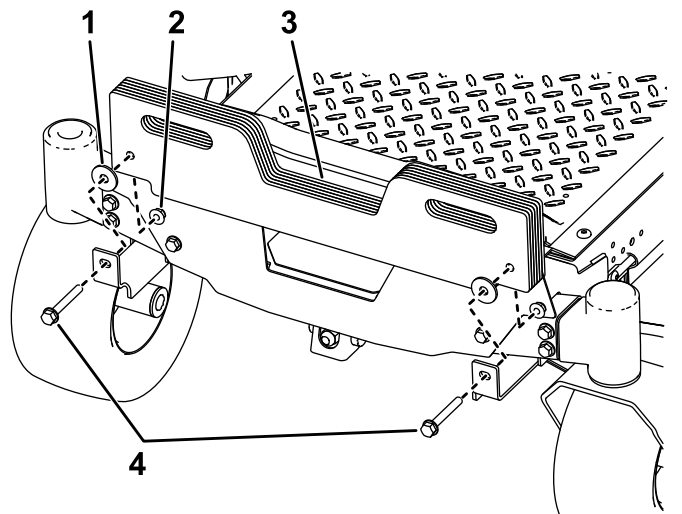

Figura 13
5. **Apenas para máquinas com um depósito de recolha instalado:** Instale os pesos em forma de mala adicionais incluídos na máquina utilizando dois parafusos ($\frac{3}{8}$ x $3\frac{3}{4}$ pol.) consoante o necessário de acordo com a tabela abaixo (Figura 13).